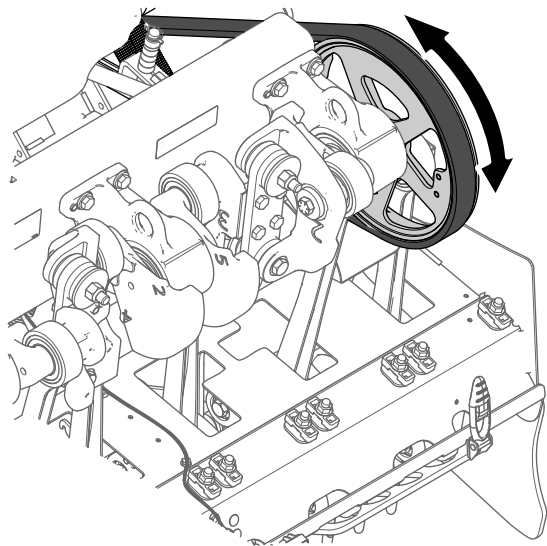
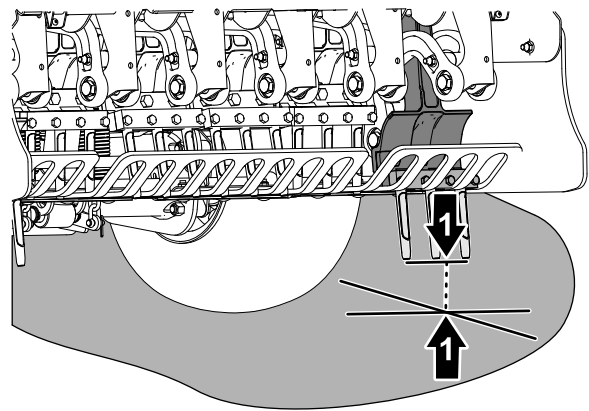

Figura 59
Figura 60
4. Gire la polea del cabezal de perforación (Figura 59) hasta que los taladros exteriores sean los más próximos al suelo (Figura 60).